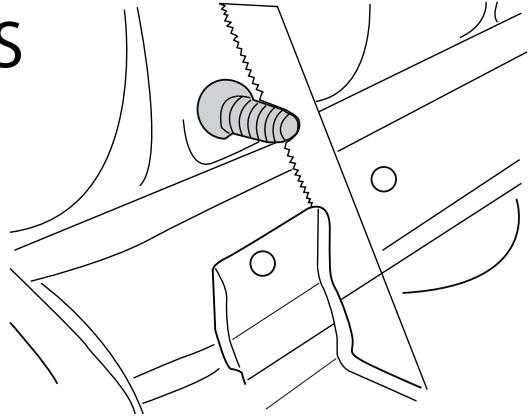

Fig.2
5. Отпилить обозначенные части, как указано на рис. 2.